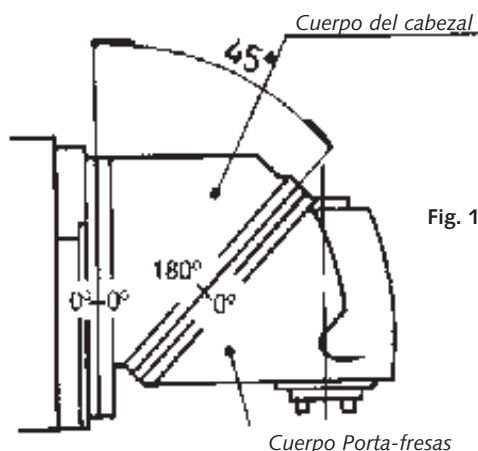

Fig. 1
B. El eje porta-fresas puede ser llevado a la posición **OU** elegida gracias a dos giros (Fig. 1).